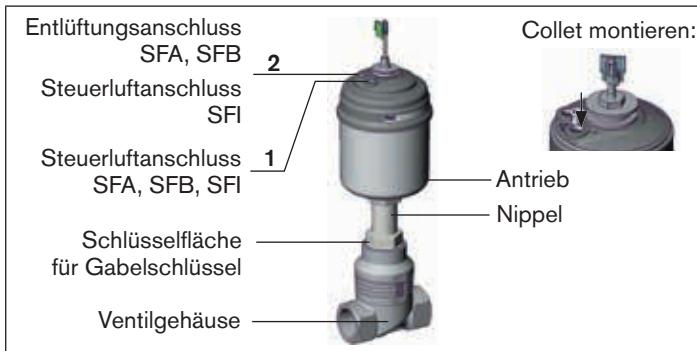

Bild 3: Einbau
- Bei Steuerfunktion A den Steuerluftanschluss 1 (siehe „Bild 3“) mit Druckluft (5 bar) beaufschlagen: Ventil öffnet.